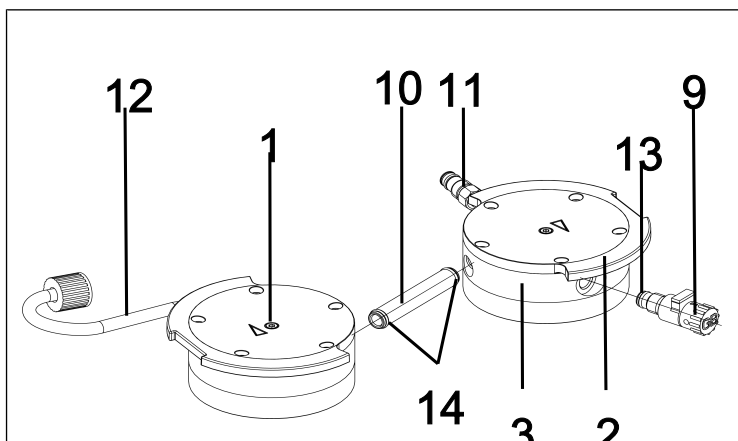

Fig.15: Sostituzione degli O-ring
2. Estrarre il tubo di allacciamento (10/ Fig. 15) dal coperchio testa (3).
**i** I due collegamenti tubo flessibile (11) e (12) resteranno montati nei coperchi testa.
3. Sostituire i due O-ring (**14**) del tubo di allacciamento (**10**/Fig. 15).
6. Svitare la valvola gas ballast (**9**/Fig. 15) dal coperchio testa (**3**).
7. Sostituire l'O-ring (**13**) della valvola gas ballast (**9**/Fig. 15).
8. Avvitare a fondo la valvola gas ballast (**9**/Fig. 15) nel relativo coperchio testa (**3**). Successivamente, svitarla di nuovo, fino a quando la superficie sia orientata verso l'alto.
7. Innestare nuovamente il tubo di allacciamento (**10**/Fig. 15) nei due coperchi testa (**3**).